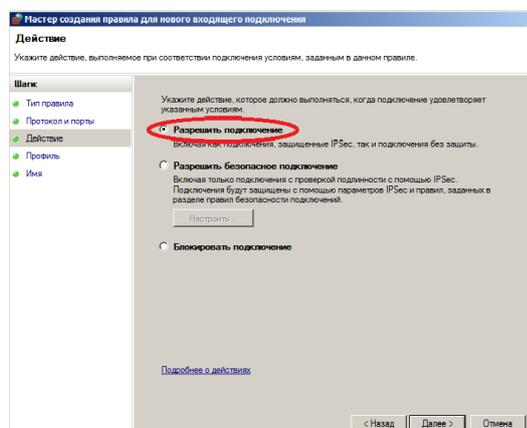

Рисунок 27 — Окно Действие
6) В окне Действие (см. рисунок 27) укажите Разрешить подключение.